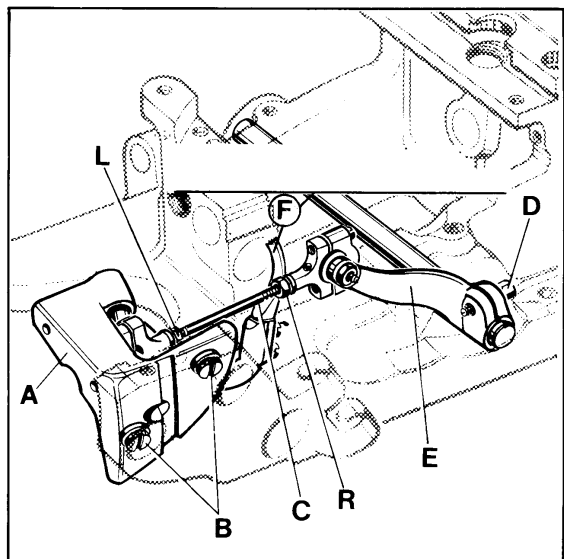

Fig. 12
HINT: In case the adjusting possibility of the spreader by means of the two offset flats on the spreader shank is not sufficient, additionally the complete bearing (A, Fig. 12) can be moved slightly up or down when loosening screws (B). Retighten both screws.
If an adjustment is necessary, loosen nuts (L and R, Fig. 12) and turn connecting rod (C) forward or backward as required to obtain the required position.
HINWEIS: Sollte die Einstellmöglichkeit des Blindgreifers mit Hilfe der beiden versetzten Befestigungsflächen am Greiferschaft nicht ausreichen, kann nach Lösen der beiden Schrauben (B, Fig. 12) zusätzlich das ganze Lager (A) etwas nach oben oder unten verschoben werden. Ziehen Sie die beiden Schrauben wieder an.
Wenn eine Einstellung notwendig ist, lösen Sie die Muttern (L und R, Fig. 12) und drehen die Verbindungsstange (C) vor oder zurück bis die erforderliche Stellung erreicht ist.
If required loosen clamp screw (D, Fig. 12) in the drive lever (E) and set the lever so that the upper spreader (F) clears at all points. Retighten clamp screw (D).
After this setting recheck the position of the upper spreader to the needle, as described above. Reset with connecting rod (C, Fig. 12) if required and tighten nuts (L and R).
HINT: In case the adjusting possibility of the upper looper as described is not sufficient, additionally the bearing (A, Fig. 12) can be moved slightly up or down when loosening the two screws (B). Retighten screws.
Bei Bedarf l sen Sie die Klemmschraube (D, Fig. 12) im Antriebshebel (E) und stellen den Hebel so, da  der obere Blindgreifer (F) an allen Stellen freigeht. Ziehen Sie die Klemmschraube (D) wieder an.
Pr fen Sie nach dieser Einstellung nochmals die Stellung des oberen Blindgreifers zur Nadel, wie oben beschrieben. Stellen Sie bei Bedarf mit der Verbindungsstange (C, Fig. 12) nach und ziehen Sie die Muttern (L und R) an.
HINWEIS: Sollte die Einstellm glichkeit des Obergreifers wie beschrieben nicht ausreichen, kann, nach L sen der beiden Schrauben (B, Fig. 12), zus tzlich das ganze Lager (A) etwas nach oben oder unten verschoben werden. Ziehen Sie die Schrauben wieder an.
If required loosen clamp screw (D, Fig. 12) in the drive lever (E) and set the lever so that the upper looper (F) clears at all points. Retighten clamp screw (D).
After this setting recheck the position of the spreader to the needle, as described above. Reset with connecting rod (C, Fig. 12) if required and tighten nuts (L and R).
Wenn eine Einstellung notwendig ist lösen Sie die Muttern (L und R, Fig. 12) und drehen die Verbindungsstange (C) vor oder zurück bis die erforderliche Stellung erreicht ist.
Bei Bedarf lösen Sie die Klemmschraube (D, Fig. 12) im Antriebshebel (E) und stellen den Hebel so, daß der Obergreifer (F) an allen Stellen freigeht. Ziehen Sie die Klemmschraube (D) wieder an.
Prüfen Sie nach dieser Einstellung nochmals die Stellung des Blindgreifers zur Nadel, wie oben beschrieben. Stellen Sie bei Bedarf mit der Verbindungsstange (C, Fig. 12) nach und ziehen Sie die Muttern (L und R) an.